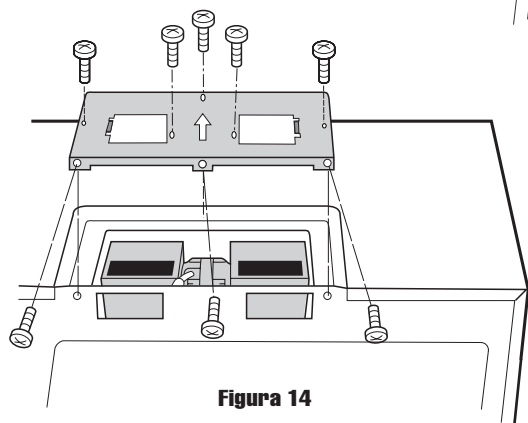

Figura 14
4. Coloque nuevamente el soporte de la cubierta del ventilador deslizando por las ranuras en la misma dirección de la flecha de la cubierta del ventilador. Asegúrese de que las paletas del ventilador sean visibles a través de los orificios superiores en el horno antes de proceder. Vea la Figura 14 de la página 6.
5. Fije el soporte de la cubierta del ventilador al equipo con los 3 tornillos del borde posterior y los 5 tornillos de la parte superior del soporte de la cubierta del ventilador, que fueron retirados en el Paso 1 arriba mencionado. Vea la Figura 14 de la página 6. Ahora, la unidad de ventilador de la campana ha girado para una operación de escape vertical.